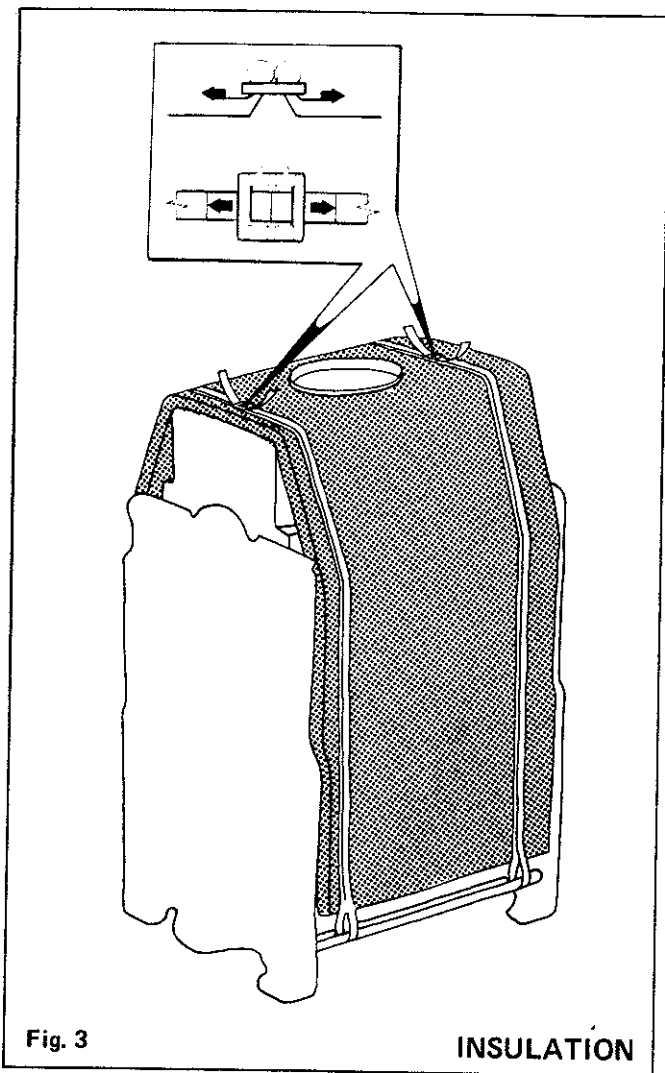

Fig. 3
**INSULATION BLANKET (See Fig. 3)**